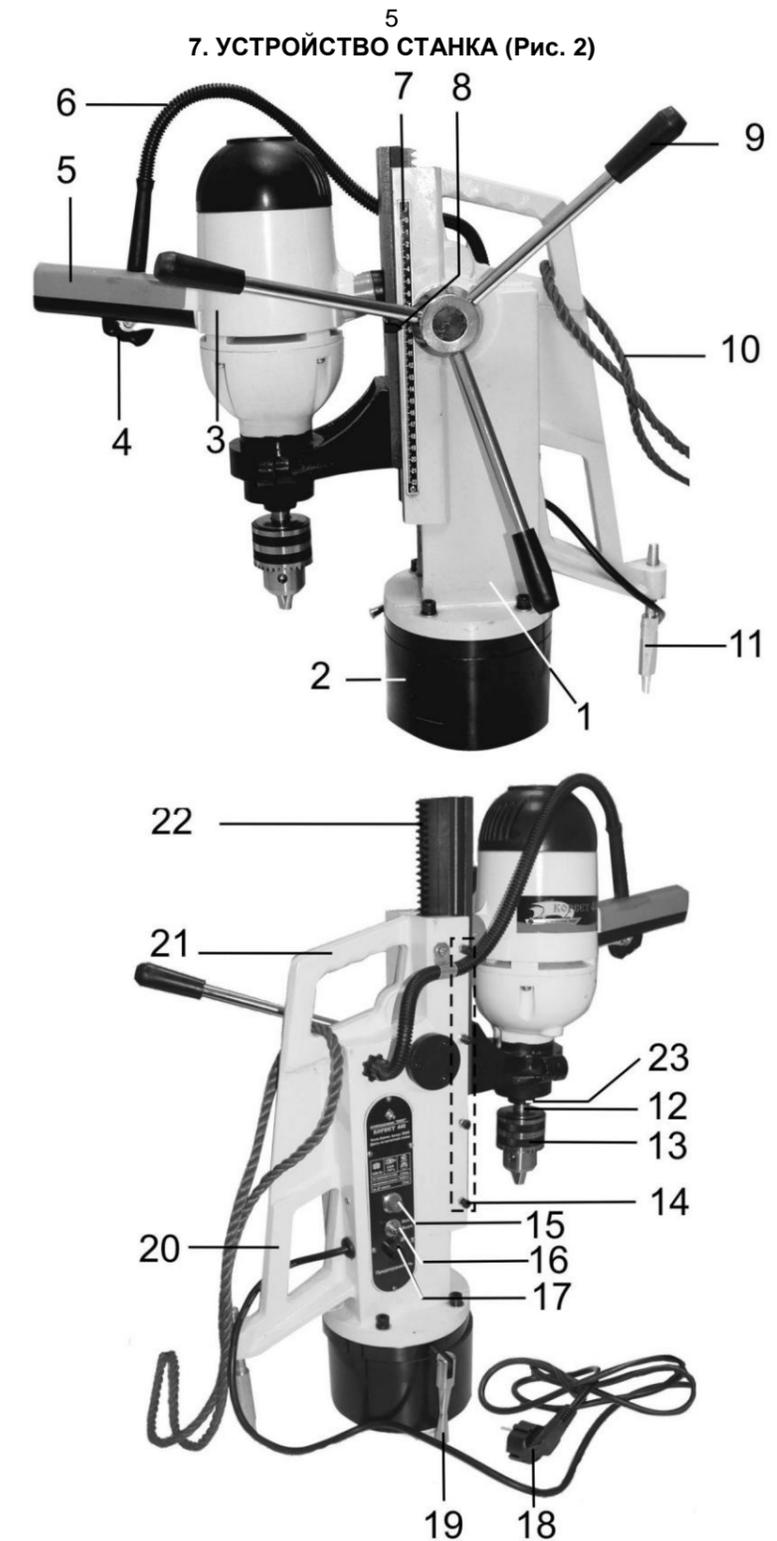

Рис. 2
8.1. Установите станок на ровную устойчивую горизонтальную поверхность. Переносите станок за ручку (21) или (20), Рис. 2. Обеспечьте устойчивое положение станка на горизонтальной поверхности вращением опоры (11), Рис. 2. Опора (11), Рис. 2, предотвращает опрокидывание станка «назад».
8.2. Вверните три ручки (9), как показано на Рис. 2.
Закрепите сверлильный патрон (13) в сборе с дорном (12) на шпинделе (23), Рис. 2 (или сверло с коническим хвостовиком) легким ударом через деревянный брусок. Кулачки сверлильного патрона (13), Рис. 2, при этом должны быть сведены. Протяните через ручку (21) или (20) страховочный трос (10), Рис. 2. Концы троса (10) фиксируются хомутом (25) с помощью гаек (24), Рис. 3. Длина выступающих концов троса (10), Рис. 3, должна быть не менее 10 диаметров троса.
9. ИНСТРУКЦИИ ПО ЭКСПЛУАТАЦИИ (Рис. 2)
Перед тем, как включить шнур питания (18) станка в розетку, убедитесь, что выключатель (4) и тумблер (16) находятся в выключенном положении, как показано на Рис. 2.
9.1.2. Перемещение сверлильной головки (3) по рейке (22) и осевое перемещение сверлильного патрона (13) с режущим инструментом задается вращением ручки (9), Рис. 2.
9.1.3. Контроль и регулировка глубины сверления «глухих» отверстий производится с помощью шкалы (7) и указателя (8), Рис. 2.
9.1.4. Плавность хода сверлильной головки (3) регулируется четырьмя винтами (14), Рис. 2.
Если движение затруднено, ослабьте каждый винт (14) на 1/4 оборота и закрепите новое положение контргайками винтов (14), Рис. 2.
9.1.5. Для установки угла поворота колонны (1) относительно магнитной подошвы (2) ослабьте рукоятку (19), Рис. 2. Затем за ручку (5) поворачивайте колонну (1), Рис. 2, до нужного положения. Закрепите новое положение колонны (1), затянув рукоятку (19), Рис. 2.
9.1.6. Для снятия сверлильного патрона (13) из шпинделя (23) используется клин (27), Рис. 4. Для этого, при извлеченном из розетки шнуре питания (18), Рис. 2, совместите вращением шпинделя (23), Рис. 4, паз в шпинделе с пазом (26), Рис. 4, на сверлильной головке (3).
9.2. Монтаж и работа (Рис. 2).